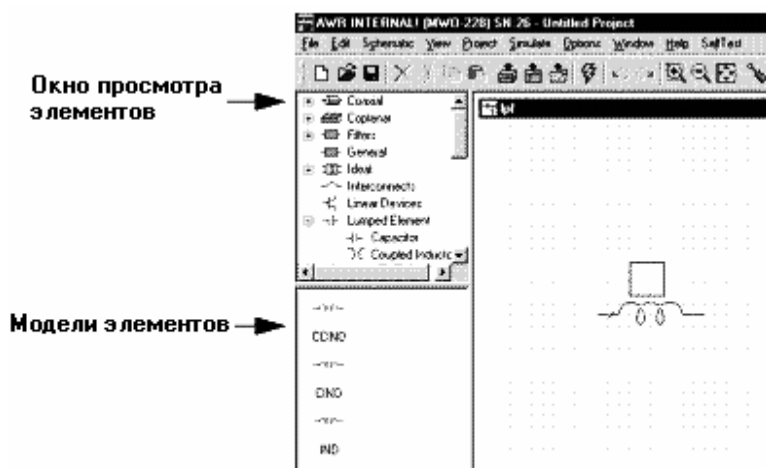

Рис. 2.2
1. Нажмите панель **Elem** в нижней части левого окна, чтобы открыть окно просмотра элементов (см. рис. 2.2).